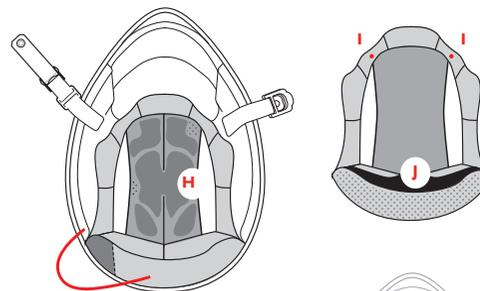

ABBILDUNG 7
**Zentrale innere Polsterung: KLEINE KALOTTE — H —** Abbildung 7/8
**Entfernung** — Abbildung 7